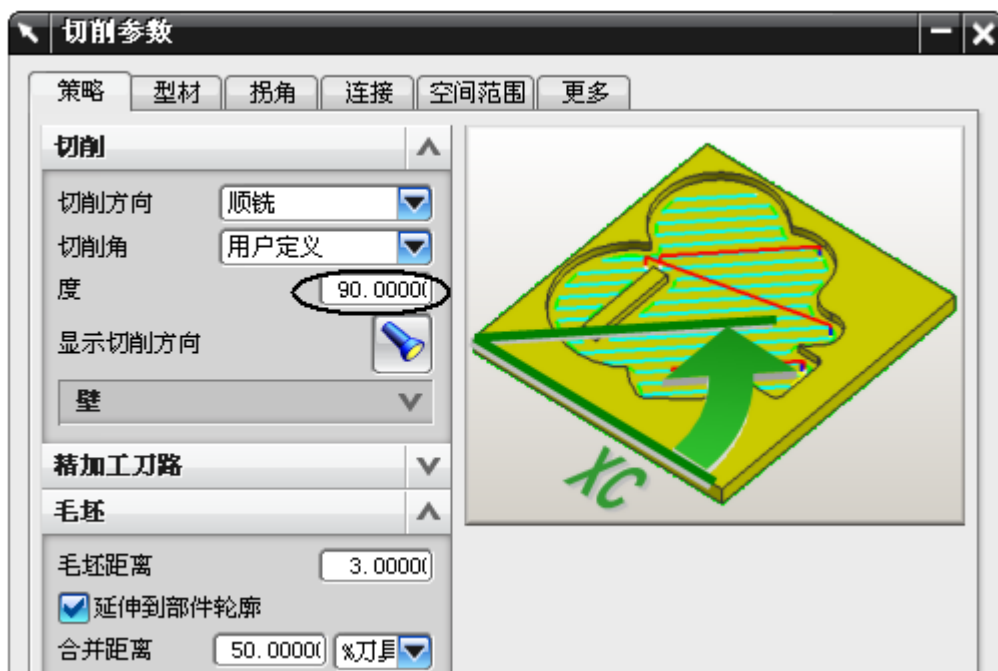

图 8-66
- 单击 ，设置如图 8-66 所示的切削参数，单击 OK。